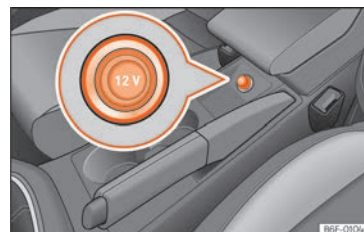

Abb. 126 Steckdose vorne.
- Ziehen Sie den Stecker in der Mittelkonsole aus der Steckdose heraus » **Abb. 126.**